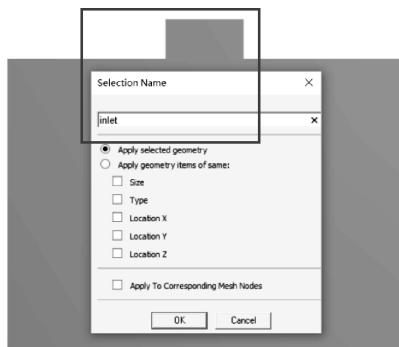

图 11-4 入口区域设置
(1) 设置入口边界：在标准工具栏中单击，然后选择长方形左端短边，右键选择【Create Named Selection】，从弹出对话框中命名，如设为入口“inlet”，然后单击【OK】确定，一个边界区域被创建，在导航树中出现了一组【Named selections】项，如图 11-4 所示。
(2) 单击主菜单【File】→【Close Meshing】。
(3) 返回 Workbench 主界面，右键单击流体动力学分析【Mesh】，从弹出的菜单中选择【Update】升级，把数据传递到下一单元中。